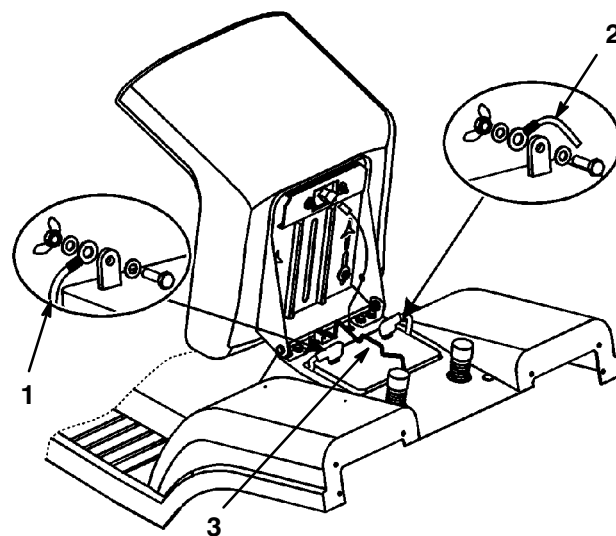

Figure 23
3. Soulever le capuchon de caoutchouc et le glisser plus haut sur le fil négatif (noir). Déconnecter le fil négatif (noir) de mise à la masse de la borne négative de la batterie (Fig. 23).
1. Poser la batterie dans le châssis avec les bornes tournées vers l'avant de la tondeuse (Fig. 23).
2. Fixer la batterie au châssis à l'aide de la tige de maintien (Fig. 23).
3. Connecter le fil positif (rouge) à la borne positive (+) de la batterie à l'aide du boulon et de l'écrou papillon (Fig. 23). Glisser le capuchon de caoutchouc sur la borne de la batterie.
4. Connecter le fil négatif (noir) à la borne négative (-) de la batterie à l'aide du boulon et de l'écrou papillon (Fig. 23). Glisser le capuchon de caoutchouc sur la borne de la batterie.
4. Glisser le capuchon de caoutchouc plus haut sur le fil positif (rouge). Déconnecter le fil positif (rouge) de la borne positive de la batterie (Fig. 23).
5. Déposer la tige de maintien de la batterie (Fig. 23).